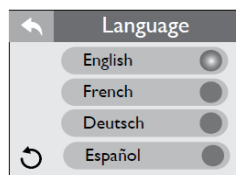

Figura 6.10b
1. Há quatro idiomas a serem selecionados: English (Inglês), French (Francês), Deutsch (Alemão), e Español (Espanhol). Para selecionar um idioma, toque em ● próximo ao idioma de sua escolha, Figura 6.10b.